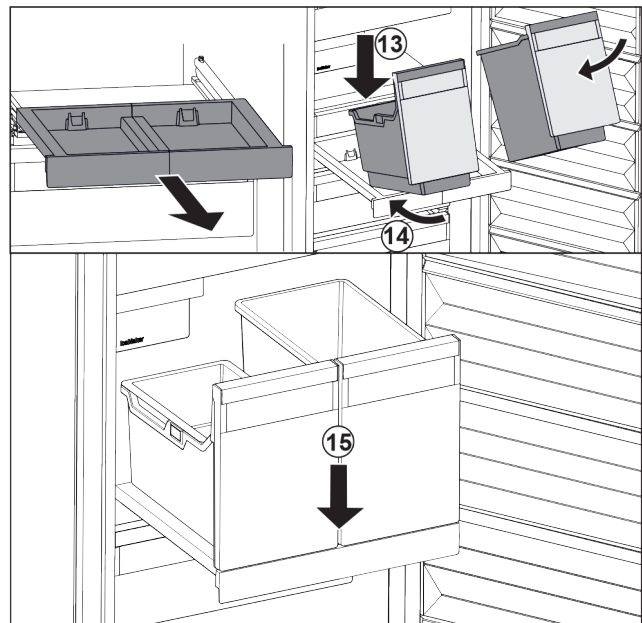

Fig. 124
- ▶ Behälter schräg auf das Auszugsbord aufsetzen. Fig. 124 (13)
- ▶ Behälter schräg nach hinten einschieben. Fig. 124 (14)
- ▶ Behälter vorne absetzen. Fig. 124 (15)